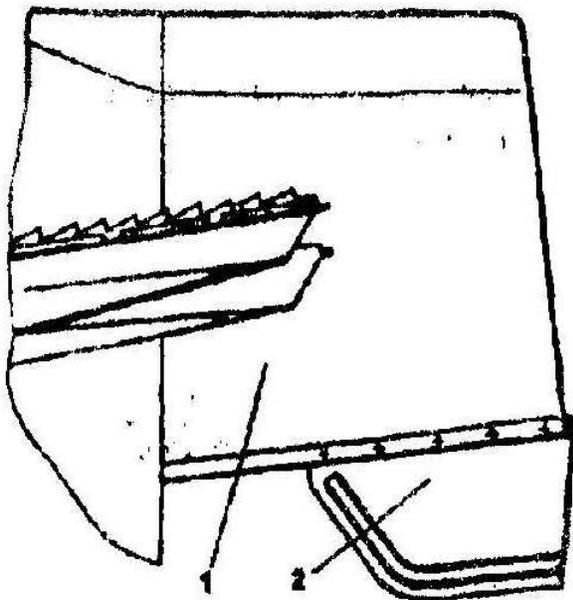

Рис. 41. Сузитель валка:
- 4) установите на капот 1 (рис. 41) щитки 2 сузителя валка; регулируя угол наклона щитков, можно установить необходимую ширину укладываемого валка.